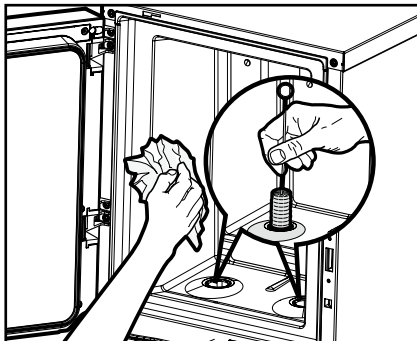

Bild 25
4. Kylfacket görs rent inuti med en ren, fuktig duk och doseringsöppningen med en borste (bild 25).